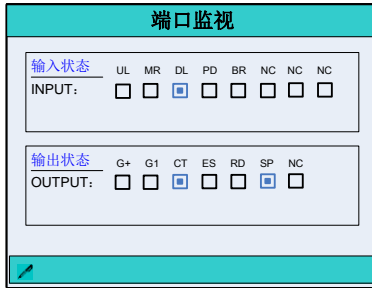

图3-7 端口监视界面
- 在“编程常量”界面中，按  进入“端口监视”界面，如图 3-7 所示。